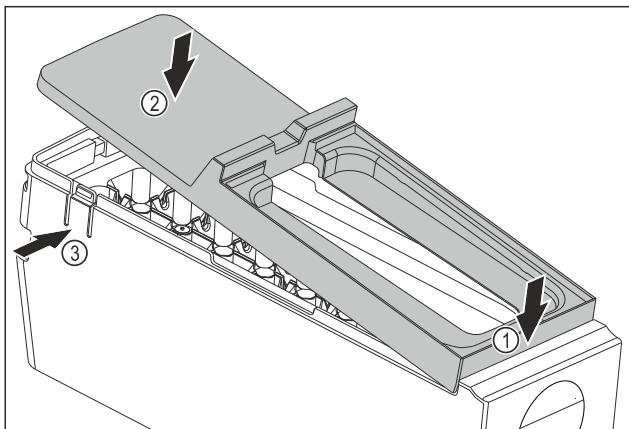

Fig. 146
- ▶ Смонтируйте крышку корпуса EasyTwist-Ice: Установите крышку спереди. Fig. 146 (1)
- ▶ Опустите крышку сзади. Fig. 146 (2)
- ▶ Крышка со щелчком фиксируется в накладках Fig. 146 (3).